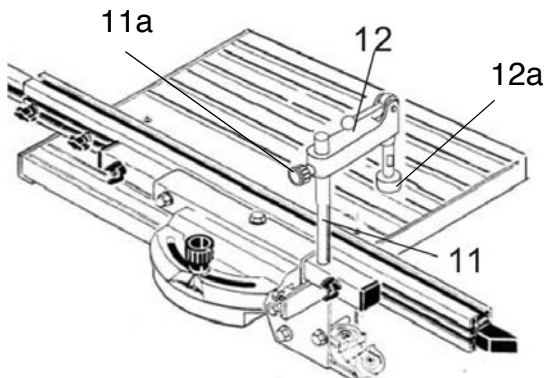

Abb. 23: Werkstück-Spannvorrichtung montieren
- Schritt 1: Stange in die dafür vorgesehene Aufnahmebohrung am Anschlagrohr stecken (siehe Abb. 23). Die Stange wird von unten mit der mitgelieferten Senkkopfschraube befestigt.